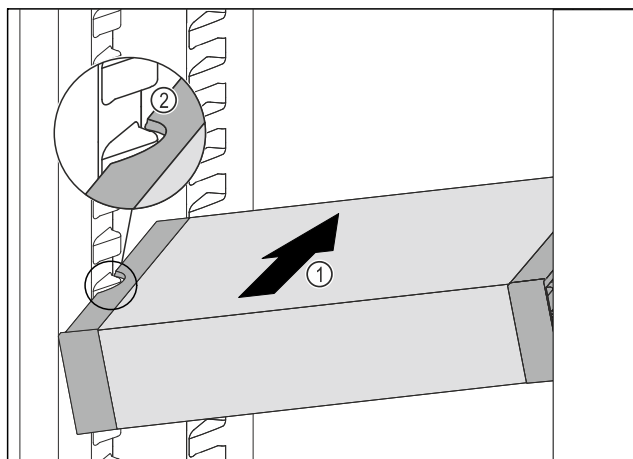

Fig. 200
- Inserire VarioSafe ad angolo nel vano frigorifero Fig. 200 (1), fino a quando le cavità laterali Fig. 200 (2) di VarioSafe non si trovano al livello della nervatura del contenitore nel vano frigorifero.